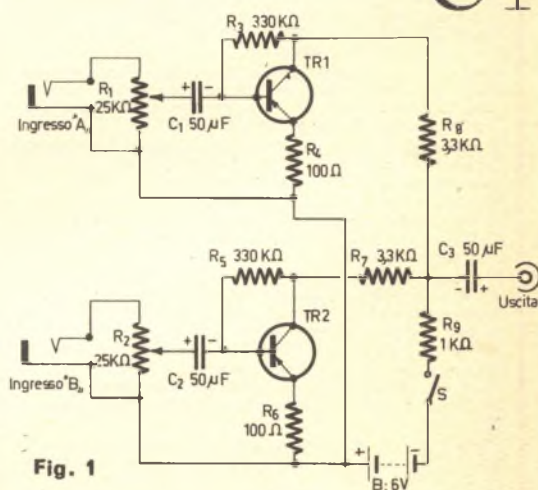

Fig. 1
**PRIMO CIRCUITO:** Il Mixer (Fig. 1).